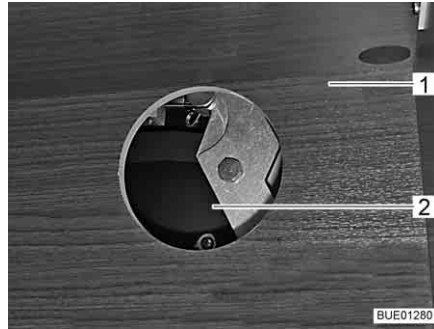

Bild 117 Zugang zum Antrieb
- Je nach Modell die Klappe am Hängeschrank (Bild 117,1) öffnen und Deckel von Zugangsöffnung (Bild 117,2) abziehen.